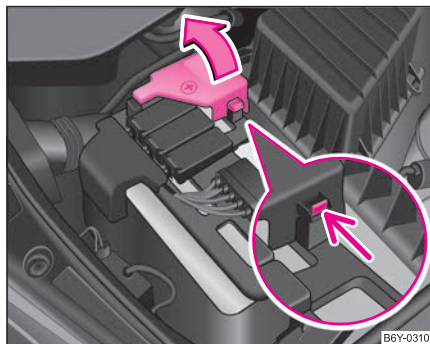

Abb. 169 Batterie:
- Klappen Sie die Pluspol-Abdeckung ⇒ Abb. 169 bzw. die Batterieabdeckung auf ⇒ Seite 203.